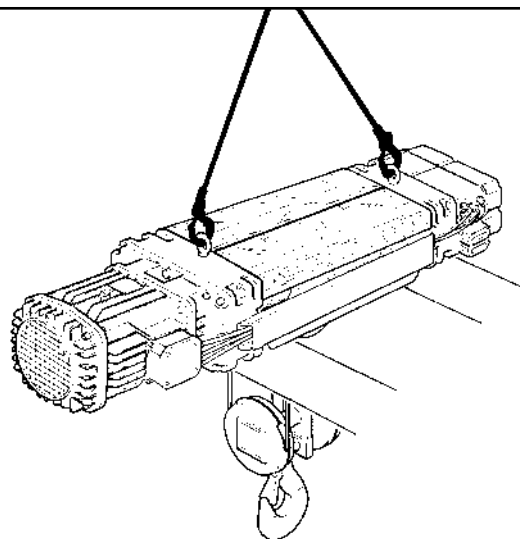

fig. 164
- Fixer une élingue à deux brins sur les anneaux de suspension aux extrémités du palan (fig. 164).